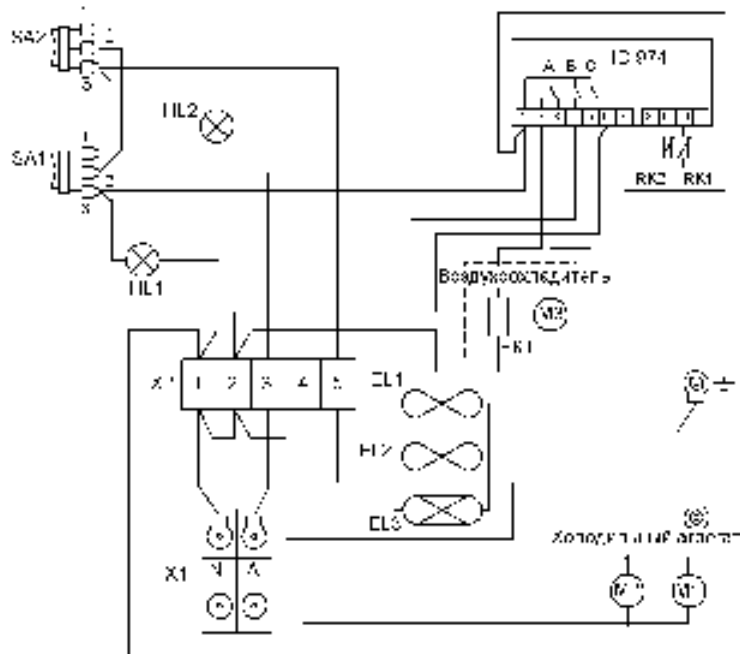

Рис. 4
- подключить провода электросети к зажимам клеммного блока (X1, см. рис. 4), в соответствии с маркировкой (А – фазный провод, N – нейтральный провод);